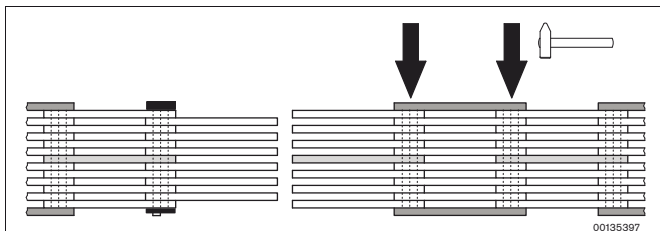

Fig. 11: Accorciamento: forzatura del cordone di saldatura
2. **Accorciamento:** misurare la lunghezza del pezzo di catena che si desidera rimuovere e rompere il cordone di saldatura del punto desiderato **da un lato** colpendo il lato frontale dei perni (vedere la Fig. 11).